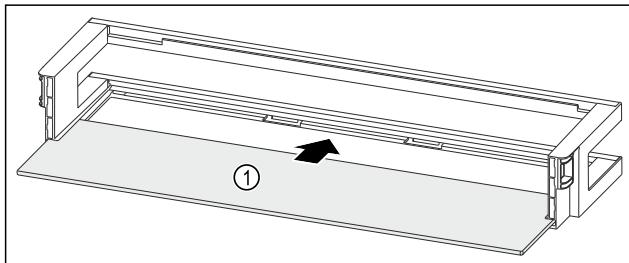

Fig. 146 Türabsteller mit Abstellfläche
- ▶ Abstellfläche Fig. 146 (1) in die seitlichen Aussparungen einschieben.